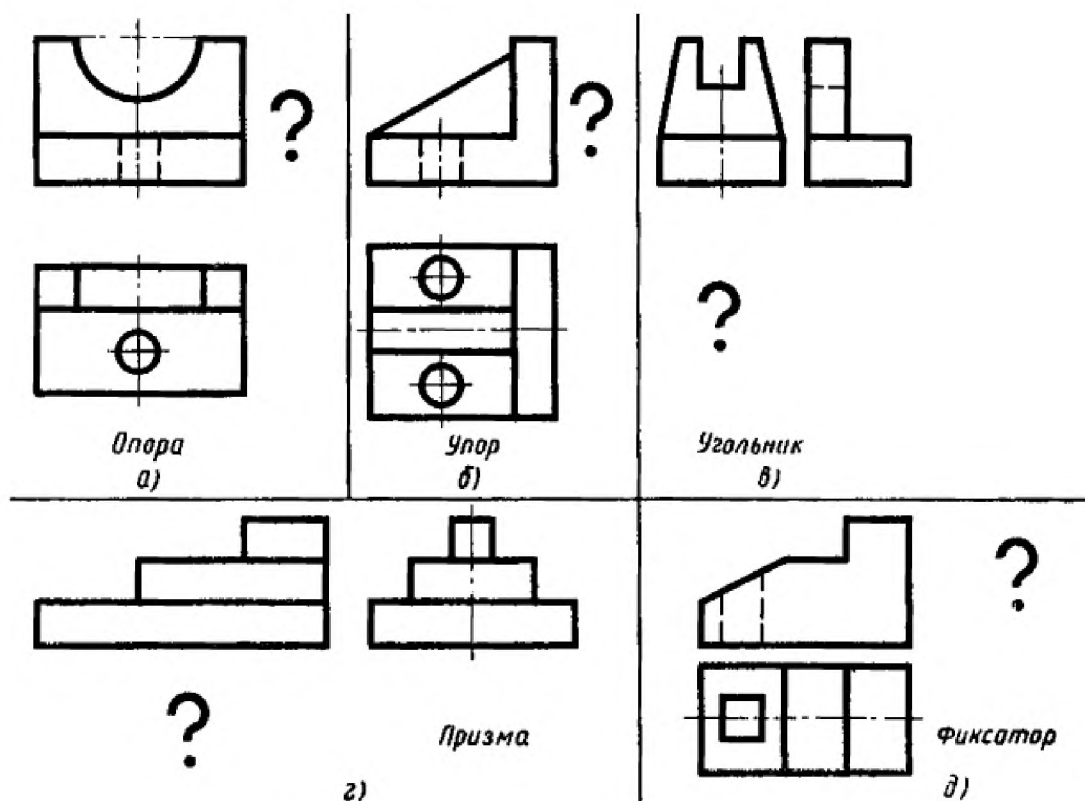

Рис. 115. Задания к графической работе № 5
**Задание 3.** Приготовьте лист чертежной бумаги формата А4. Вычертите рамку и графы основной надписи. По наглядному изображению рисунок 115 в масштабе 4:1 по вариантам(а – 1 вариант, б – 2 вариант, в – 3 вариант, г – 4 вариант, д – 5 вариант). Постройте третий вид по двум данным.